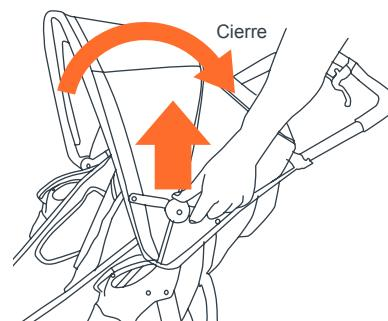

Fig. 9
- 9)** • Para plegar la cubierta: tire hacia arriba de los tensores y luego tire hacia atrás del borde delantero (Fig. 9).